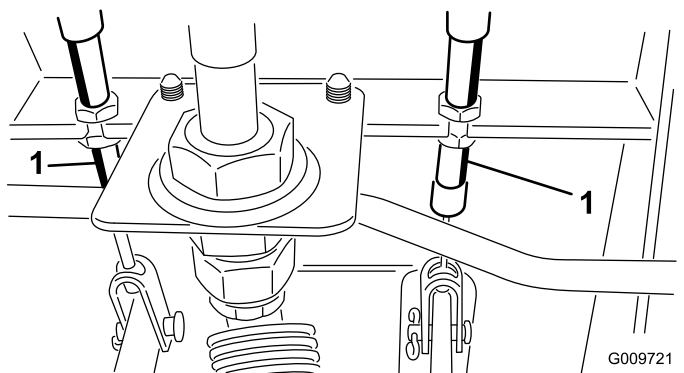

Рисунок 77
- А. Отпустите переднюю гайку на резьбовом конце троса тормоза (Рисунок 77).